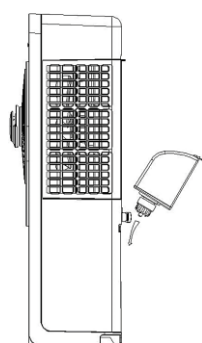

Figure 1
1. Remplissez le réservoir avec de l'eau. Placez le réservoir d'eau sur le dispositif de montage approprié. Assurez-vous que le réservoir d'eau est bien fixé au couvercle arrière (voir fig. 1).